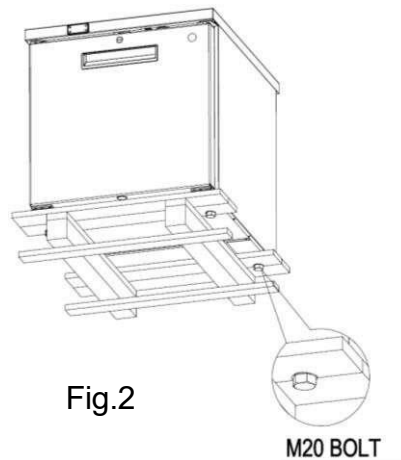

Fig.2
- Fjern de to M20-boltene fra bunnen av enheten (se fig. 2)